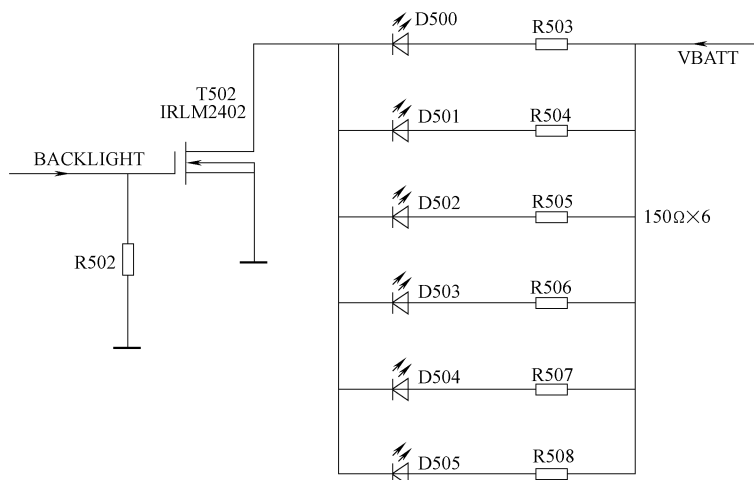

图 5-24 电阻 R503、R508 相关电路截图
2) 电阻 R503、R508 相关电路截图如图 5-24 所示。